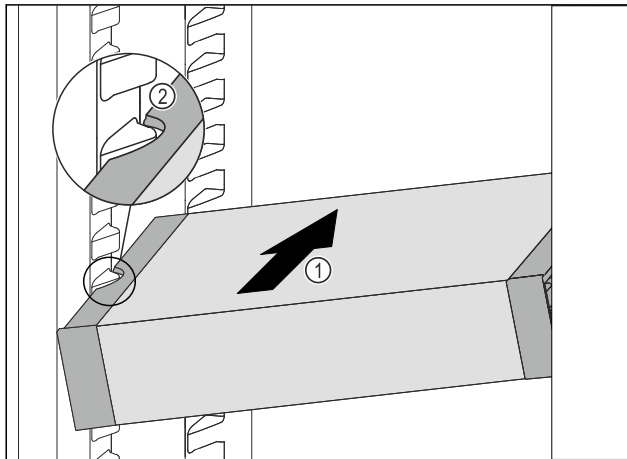

Fig. 84
- VarioSafe schräg in das Kühlteil einschieben Fig. 84 (1), bis sich die seitlichen Aussparungen Fig. 84 (2) des VarioSafes auf Höhe der Behälterrippe im Kühlteil befinden.